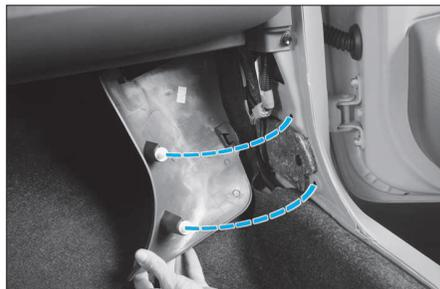

FIG. 56
- De chaque côté, déposer la garniture interne de pied AV (20) (Fig.56).